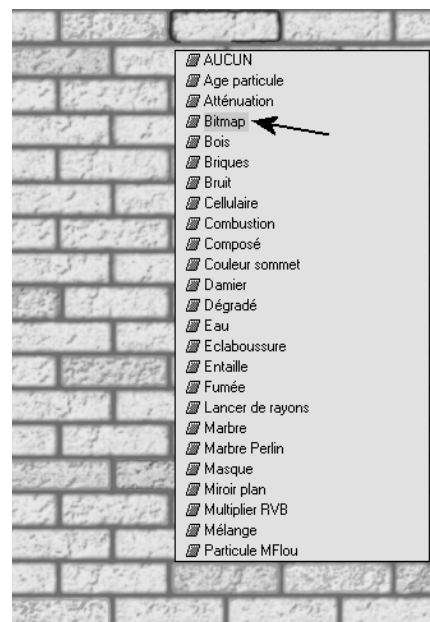

Fig.9.3
- **Bitmap** : image enregistrée sous forme d'une matrice de pixels dans un format de fichier image (.tga, .bmp, etc.) ou d'animation (.avi, .flc ou .ifl). Les animations sont essentiellement des séquences d'images fixes. Tous les types de fichiers bitmap ou d'animation pris en charge par VIZ peuvent être utilisés comme bitmap dans un matériau (fig.9.3).